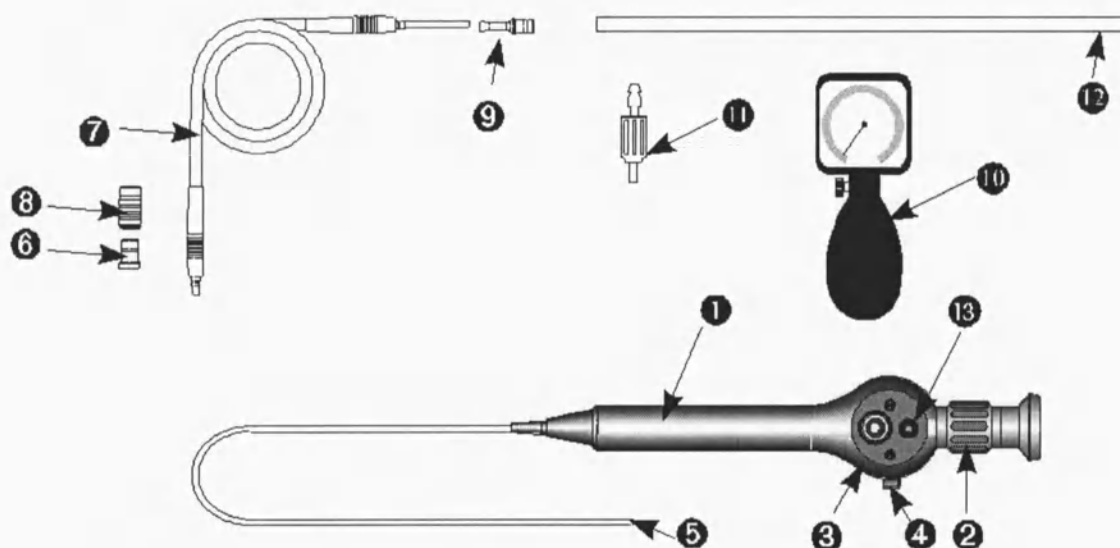

Рис. 2
- Отсоедините используемые адаптеры (например, для различных световодов) от эндоскопа (см. Рис. 2).